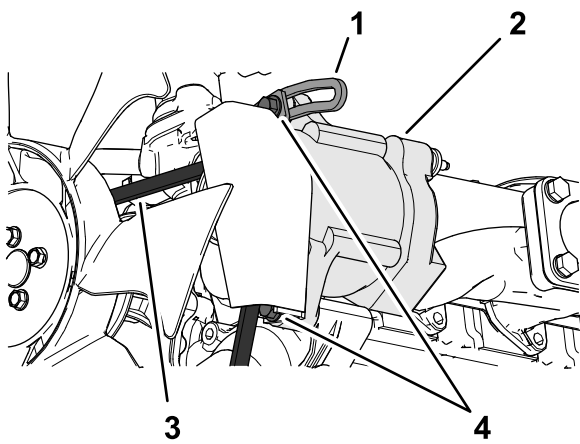

图 93
- 3. 松开交流发电机枢轴点上的皮带松开将发电机固定到带槽支架上的螺栓图 93。